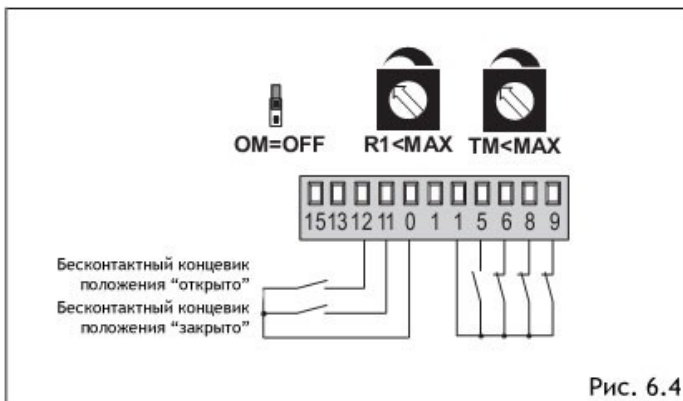

Рис. 6.4
- Створка ворот останавливается при достижении механических упоров и изменяет направление движения при обнаружении препятствия (Рис. 6.4)